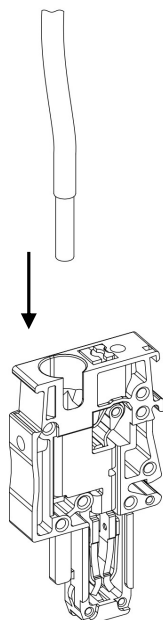
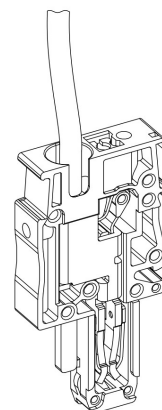

Рисунок 28 – ввод одножильного проводника в точку подключения
Рисунок 29 – одножильный проводник в точке подключения
- Вставьте подготовленный жесткий проводник подходящего сечения до упора в точку подключения (**овальное** отверстие) штекера (рис. 28; рис. 29).